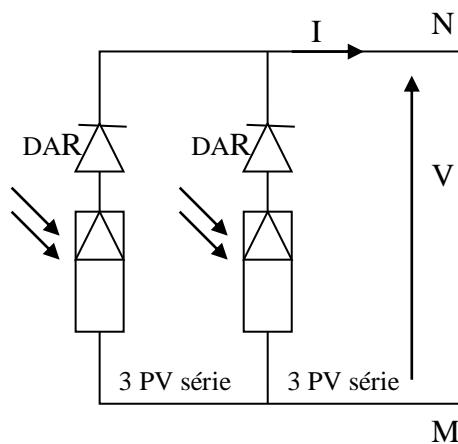

Figure 4
a- Réalisez le montage de la figure 4.
- Quelle grandeur électrique augmente-t-on en associant des générateurs en parallèle ? (figure 4).